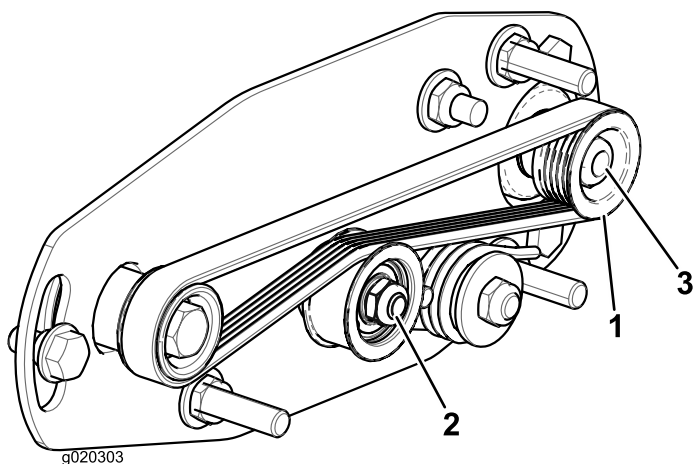
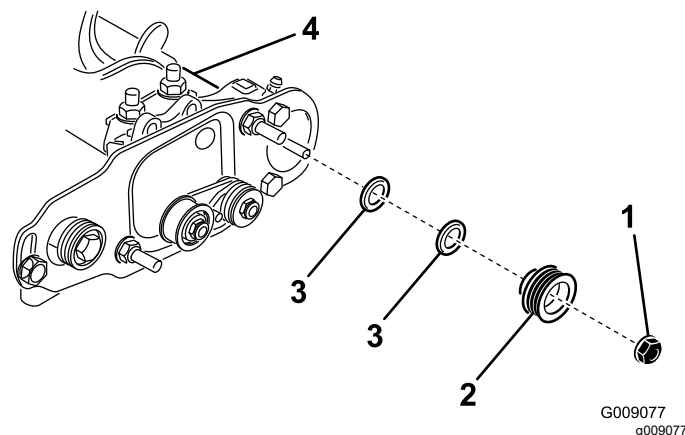

Figure 23
Figure 24
1. La poulie menée (au niveau de l'arbre de la brosse) peut bouger vers l'intérieur ou l'extérieur (Figure 23).
2. Tout en tournant le cylindre, ce qui entraîne la poulie d'entraînement, déchaussez la courroie de la poulie (Figure 23).
3. Retirez le contre-écrou qui fixe la poulie menée à l'arbre de la brosse (Figure 23 ou Figure 24).
4. Déposez la poulie menée de l'arbre (Figure 24).
5. S'il est nécessaire de déplacer la poulie vers l'extérieur, ajoutez une rondelle de 0,8 mm d'épaisseur (Figure 24).